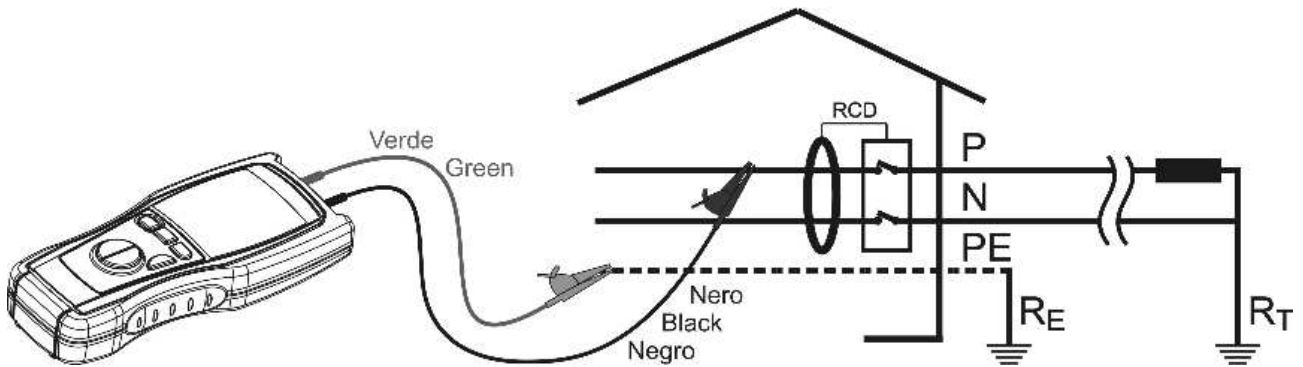

Abb. 13: Verbindung der Anschlüsse des Gerätes beim AUTO-Test
5. Verbinden Sie das grüne Kabel mit dem Schutzleiter (Erde) und das schwarze Kabel mit dem Phasenleiter (Abb. 13) oder stecken Sie das Schuko-Kabel in eine Steckdose.